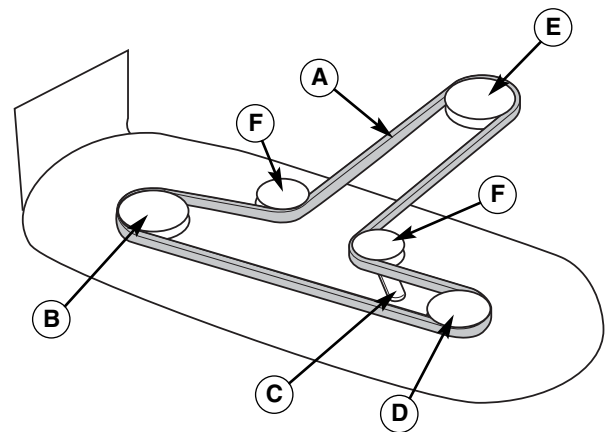

Figure 38. Acheminement de la courroie de la prise de force
2. Utiliser le bras de la poulie de tension (C, figure 38) pour relâcher la tension de la courroie et retirer la courroie d'entraînement de la tondeuse (A) de la poulie de prise de force (E).
4. Installer la nouvelle courroie (A) comme l'indique la figure 38.